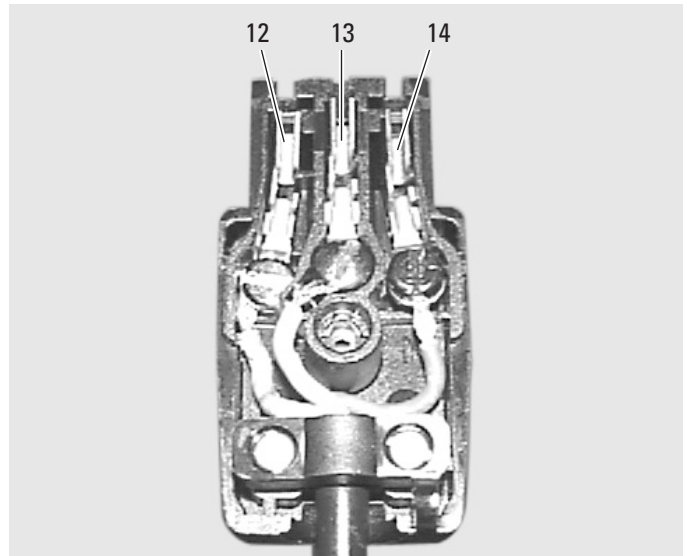

Bild 3
- ⇒ Netzkabel am Netzstecker (9) anschliessen (Bild 3).
- Null-Leiter (12)
- Schutz-Erde (13)
- Phase (14)